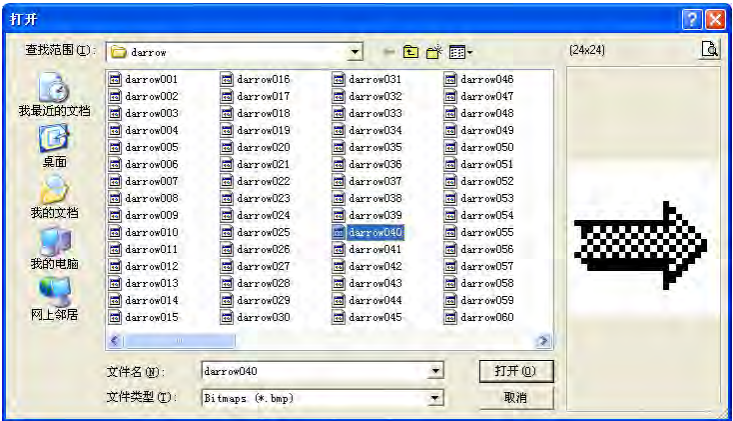

图 6-10 选择静态图形
- 步骤 3. 在插入的「静态图形」物件双击鼠标左键，出现开启窗口，选择所要显示的图文件，必需为 BMP 文件。选择后按下「打开 (O)」按钮，此时图形就会出现在开机画面上。如图 6-10。